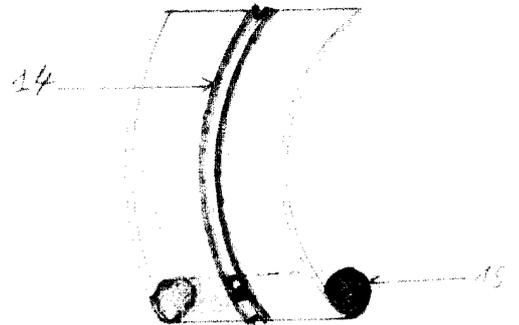

Figure 3
**Figure 3:** Une vue verticale du périmètre du rotor 5, il est entaillé en long au niveau du centre, ce taillage de rainure 14 doit être peu profonde (rayon 4 mm), et ayant la forme d'un demi section du canal métallique.